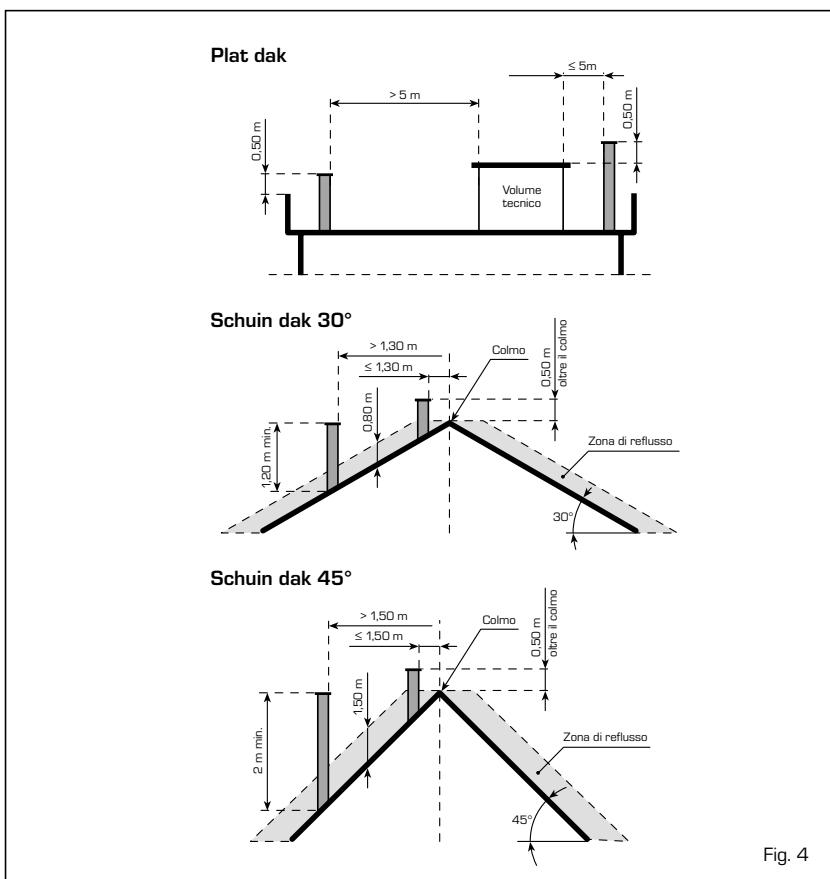

Fig. 4
- moet aan de bovenkant van een schoorsteen voorzien zijn waarvan de uitmonding zich buiten het zogenaamde terugstroomgebied moet bevinden om de vorming van tegendruk te voorkomen waardoor de verbrandingsprodukten niet vrijuit in de atmosfeer uitgestoten zouden kunnen worden. Het is dus noodzakelijk dat de minimum hoogten die op fig. 4 zijn aangegeven in acht genomen worden.